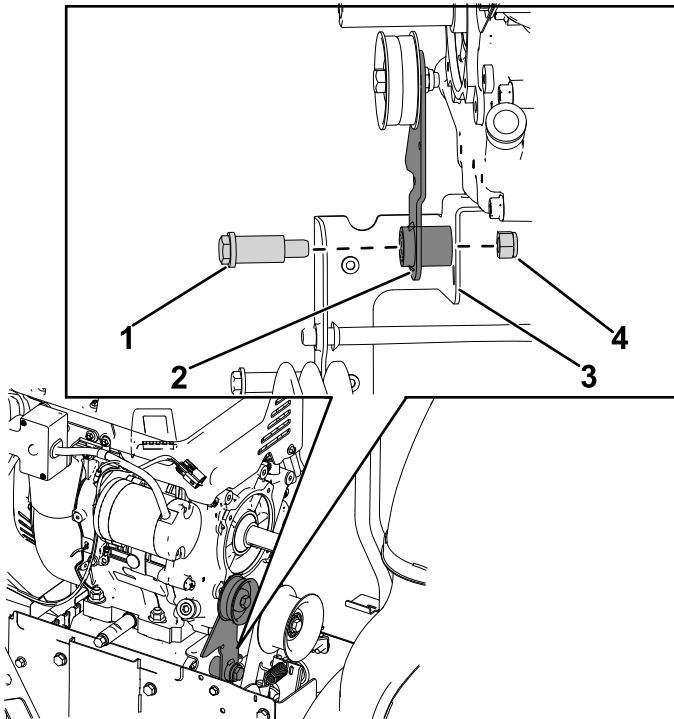

Figura 9
3. Rimuovete il dado (7/16") e il bullone con spallamento (7/16" x 1 3/4") che fissano il braccio di rinvio della trazione alla staffa del freno di frizione (Figura 9).